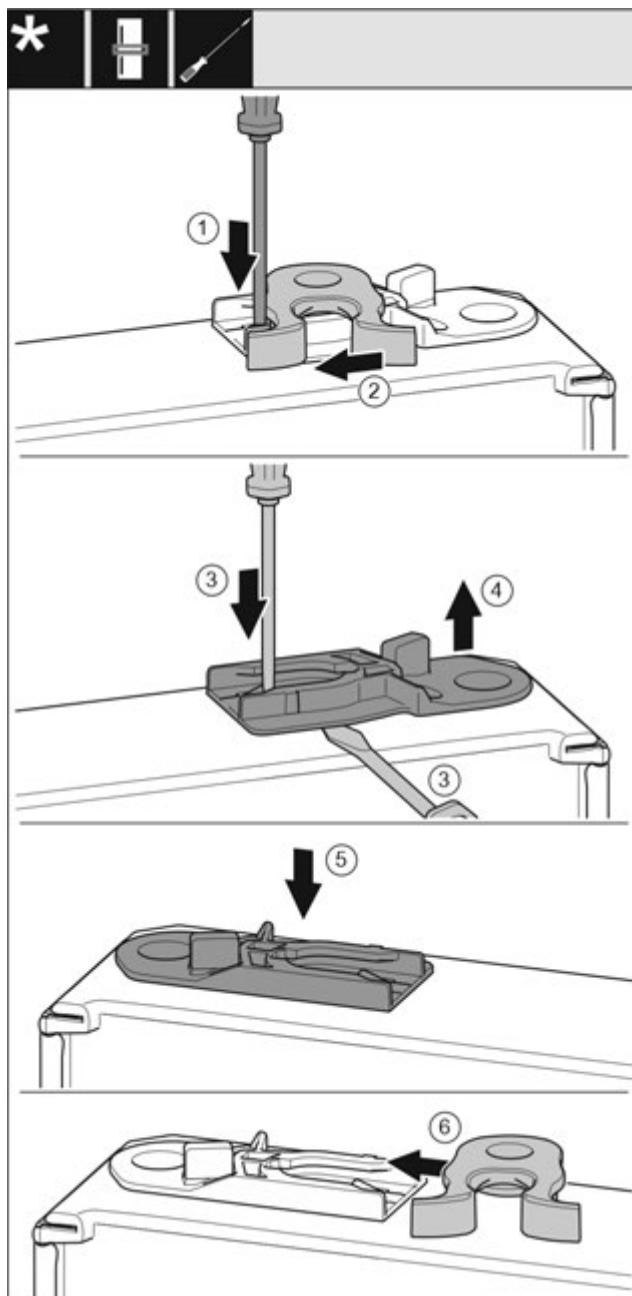

Fig. 18
- За допомогою шліцевої викрутки притисніть униз накладку. Fig. 18 (1)
- Витягніть із напрямної запірний гачок. Fig. 18 (2)
- Витягніть направляюче гніздо: Натисніть шліцевою викруткою накладку і одночасно підведіть її під направляюче гніздо. Fig. 18 (3, 4)
- Направляюче гніздо, що входить до складу постачання, вставити з іншого боку корпуса. Fig. 18 (5)
- Вставте в направляючу запірний гачок. Fig. 18 (6)